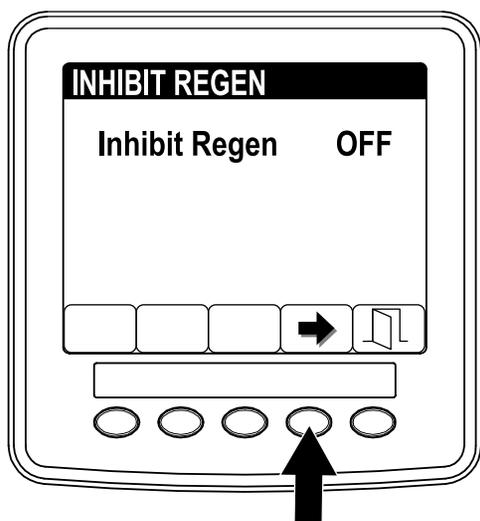

図 42
3. ボタン 4 を使って、不許可設定を ON から OFF 図 42 または OFF から ON に変える。